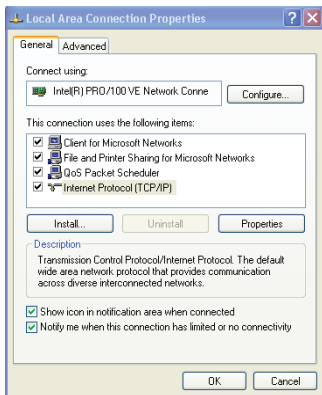

Рис. 3. Окно *Local Area Connection Properties*
5. Выберите позицию Internet Protocol (TCP/IP) (Протокол интернета) и щелкните кнопку **Properties** (Свойства) (см. рис. 3).